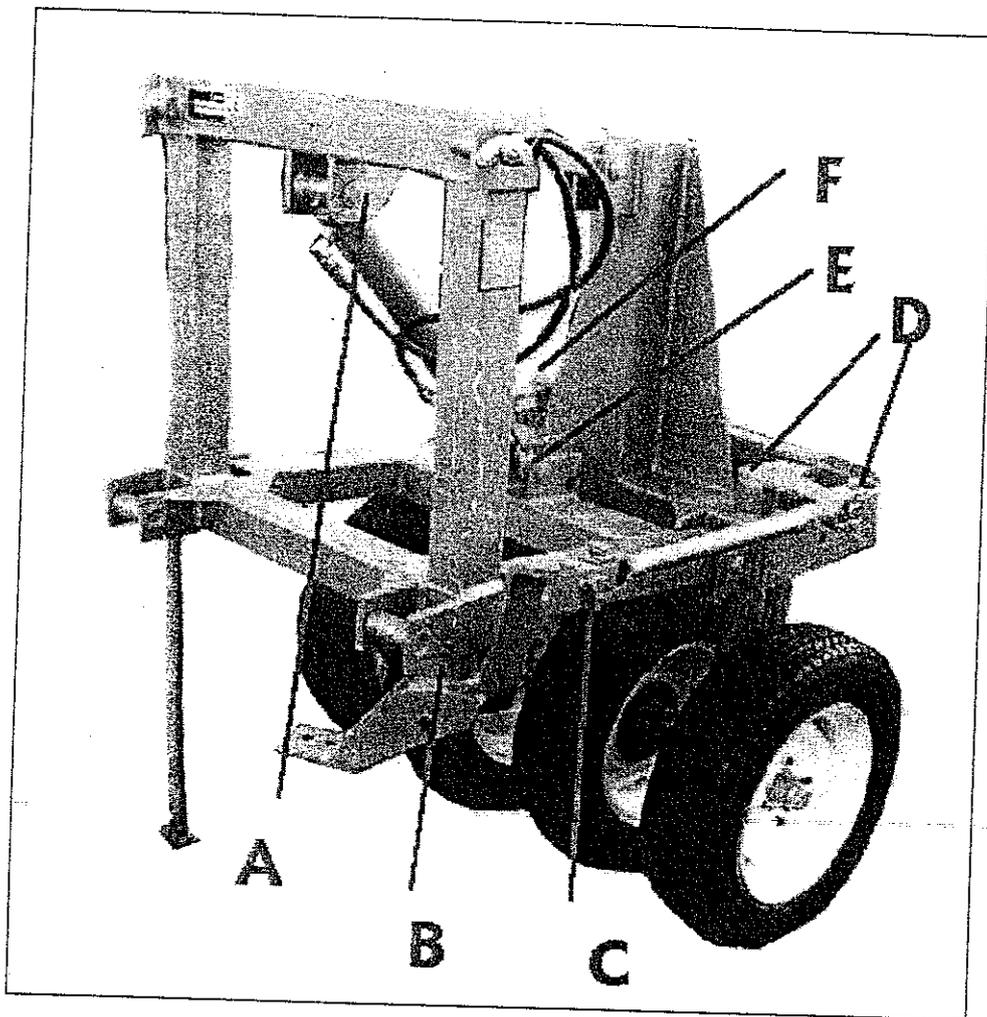

Figure 19 Graissage du Nivelsoil
- **Graissage** : ne laissez pas la graisse en excès autour des pièces particulièrement en zone sableuse. Nettoyez les graisseurs sur les paliers (voir Figure 19 Graissage du Nivelsoil), puis donnez un ou deux coups de pompe à graisse. Utilisez exclusivement de la graisse au bisulfure de molybdène NLGI N°2. Graissez de la même façon les axes de vérins et de fourreaux.